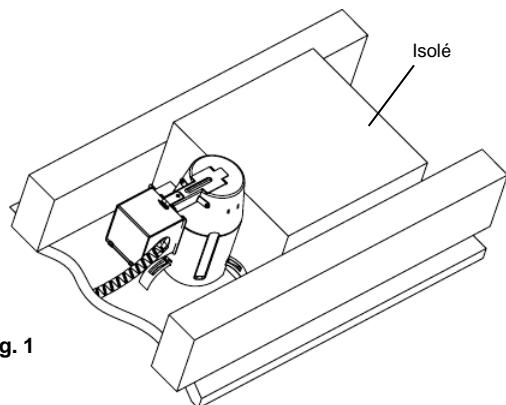

Fig. 1
À NOTER : Ce luminaire est conçu pour les plafonds isolés. Il peut entrer en contact direct avec l'isolant thermique. Il peut être entièrement recouvert d'isolant thermique, tel qu'illustré ci-dessous. De plus, toute partie du luminaire peut entrer en contact direct avec un matériau combustible, telle une solive de plafond ou du bois de plancher. (FIG. 1) .
2. Retirez l'isolant de manière à permettre un dégagement de 7,6 cm (3 in.), tel qu'indiqué dans la partie « **MISE EN GARDE** », au début du mode d'installation. (Voir Fig. 1)